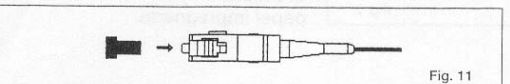

Fig. 11
16. Finalmente, poner el tapón protector (fig.11).